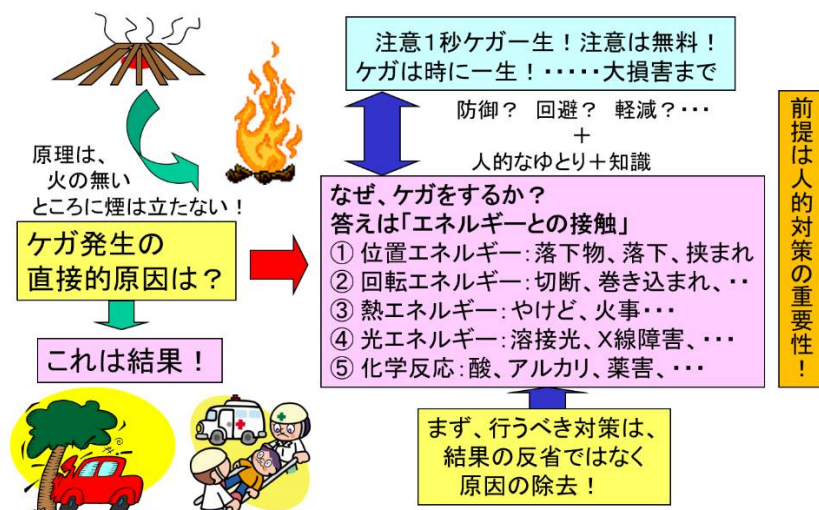
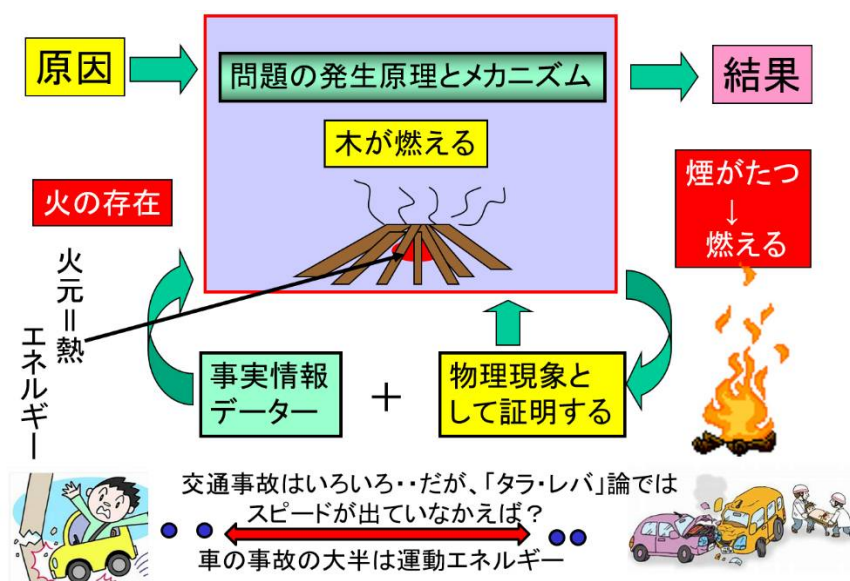

図3-1 事故発生の要因：物理現象
図3-2 KYTチェックに必要なメカニズム解析
かなり周到かつ長時間に渡って安全教育をお受けになった皆様に対して、「ケガや事故はなぜ起きるのですか？」と聞くと、「なぜ、今更そのような質問を？」という顔をされ、長々と語られた後、時には、精神論などを強調される方に多数お会いしてきました。逆に、「エネルギーとの接触です！」という簡明な答えをされる例は少ない状況でした。図3-1に示した通り、事故の直接的な要因は、例えば、①位置エネルギー：落下物、落下、挟まれ ②回転エネルギー：切断、巻き込まれ、・・・ ③熱エネルギー：やけど、火事・・・ ④光エネルギー：溶接光、X線障害、・・・ ⑤化学反応：酸、アルカリ、薬害、・・・となり、総てエネルギーとの接触です。したがって、我々がエネルギーの接触から回避できれば、他の要素がいろいろ関係しても、安全確保の確率は確実に高まります。
まだ、高齢者の交通事故のニュースが続きます。事故を起こされた高齢者の大半が、ニュースでは、「アクセルとブレーキを踏み待ちえた」と話しますが、なぜ、そうなったのか？相変わらず、筆者に理解できない状況です。だが、先の図 3-1 と図 3-2 をご覧いただくと判る通り、IoT の現在、この問題の原因を除去するための有効策は多数あり、昨今、事故の火元になる自動車の巨大な運動エネルギーの防止に直接関与する対策になってきましたため、多くの方が、この対策に期待する状況です。